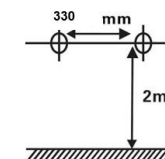

Rys. 1
Urządzenie należy umieścić w odległości co najmniej 2 m od podłogi, 25 cm od narożnika pomieszczenia oraz 20 cm od sufitu. Otwory wylotu powietrza muszą być skierowane w dół (zob. Rys. 1)
1. Zeskanować kod QR poniżej (rys. 1) lub znaleźć aplikację „Concept Home” na Google Play lub App Store i pobrać aplikację do telefonu komórkowego. Jeżeli już jest zainstalowana aplikacja Concept Home, otworzyć aplikację, zalogować się i kontynuować do instrukcji sparowania.